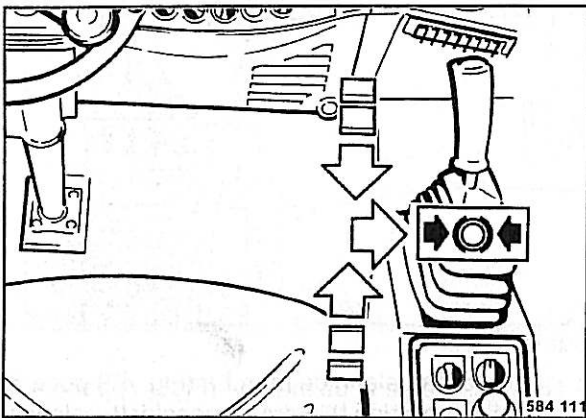

Fig. 48
- Colocar la palanca de marcha (Fig. 48) poco a poco en posición "Neutral" y encajarla hacia la derecha en posición de frenado.